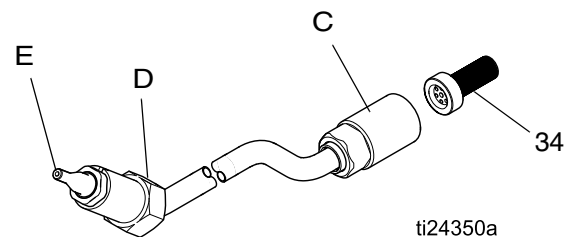

图 25. 流体管的更换
2. 卸下空气帽组件，参见第 33 页。拆卸保护罩 (26)。
3. 拆下底部流体管螺母 (C)。参见图 25。用两个扳手卸下流体管接头 (C)。
4. 小心拧下顶部流体管螺母 (D)。